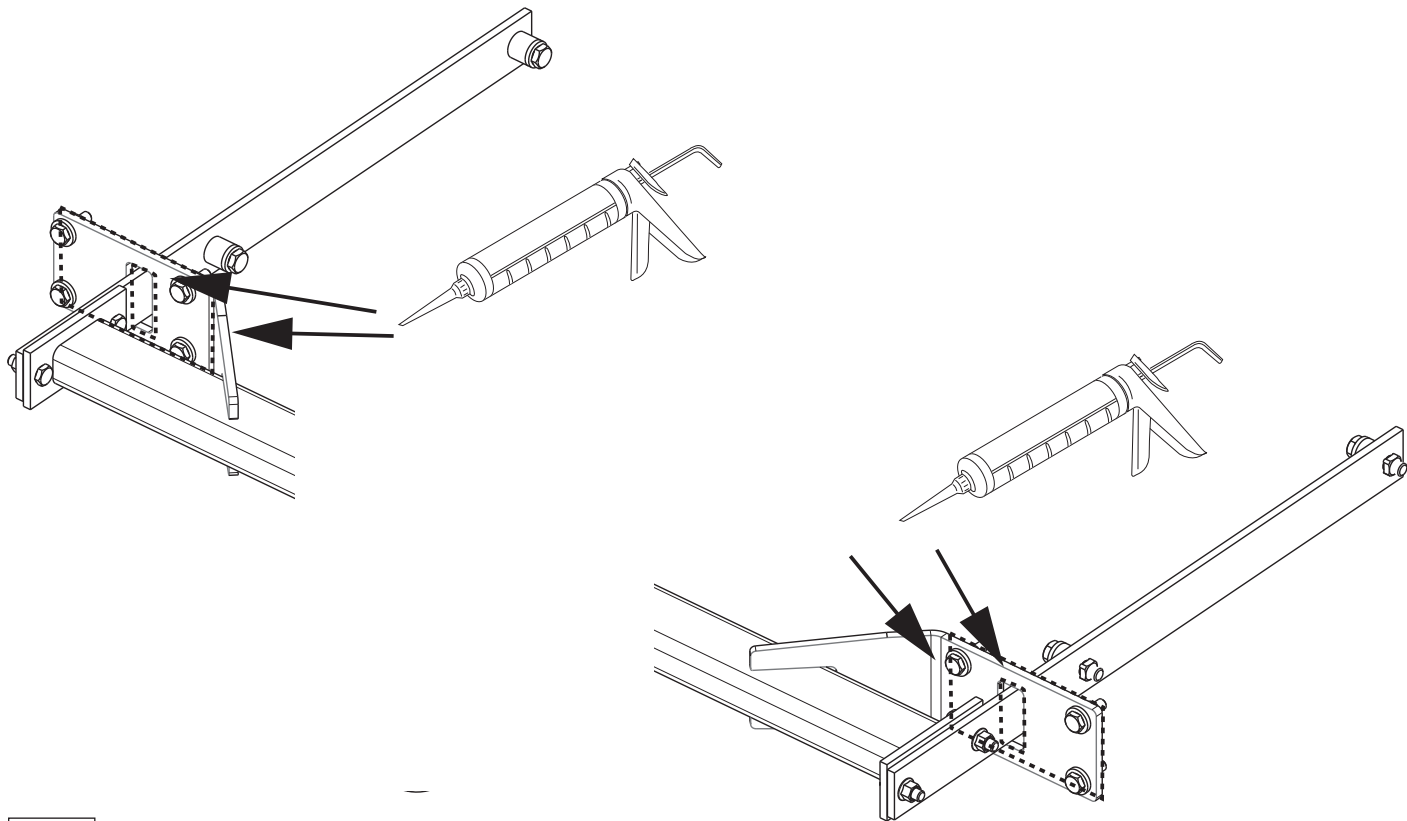

Fig.2
10. Герметизировать обозначенные части (см. рис. 2)